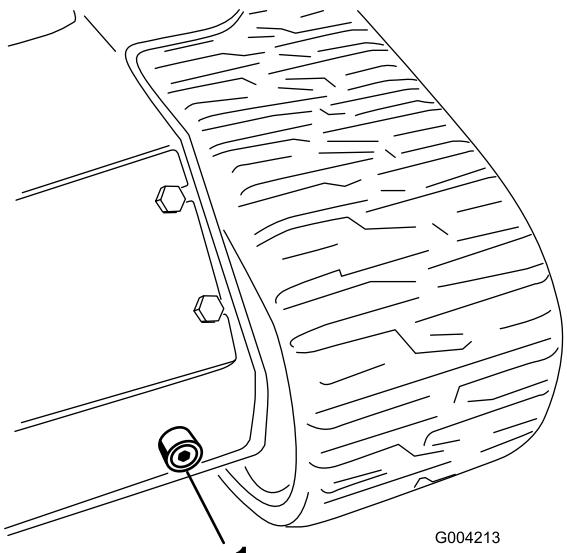

Bild 63
6. Stellen Sie eine große Auffangwanne (Fassungsvermögen von 57 l) unter die Ablassschraube vorne an der Maschine (Bild 63).
7. Entfernen Sie die Ablassschraube und lassen das Öl in die Auffangwanne abfließen (Bild 63).